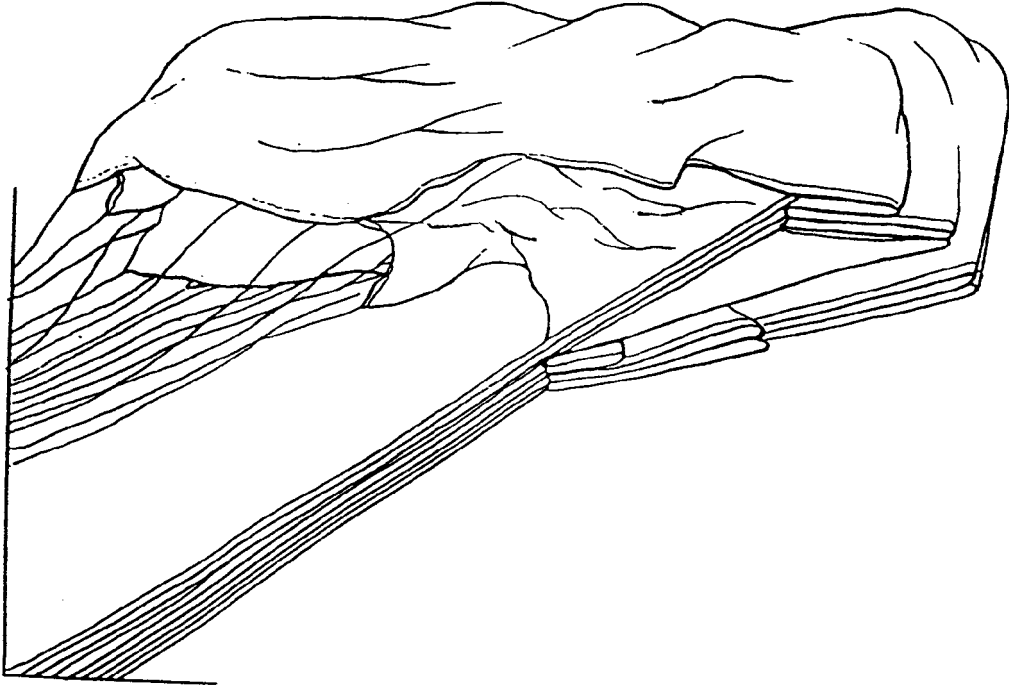

Рис. 7
5) уложить задние полотнища, как показано на рис. 7;